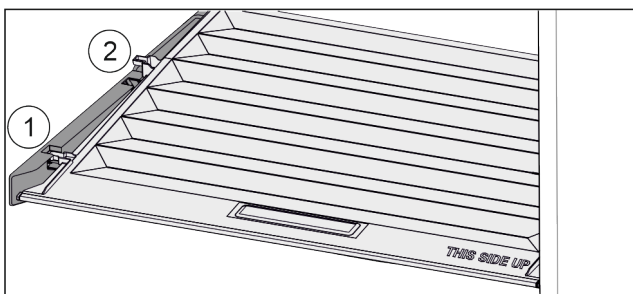

Fig. 144
- ▶ Кришку до отвору в деталях для підтримки потягнути вперед Fig. 144 (1).
- ▶ Підняти ззаду знизу та вийняти Fig. 144 (2) вгору.